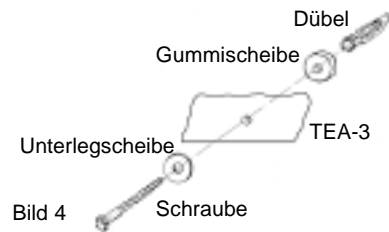

Bild 4
3. Gerät mit unterer Befestigungsschraube lose an der Wand befestigen, siehe Bild 4.